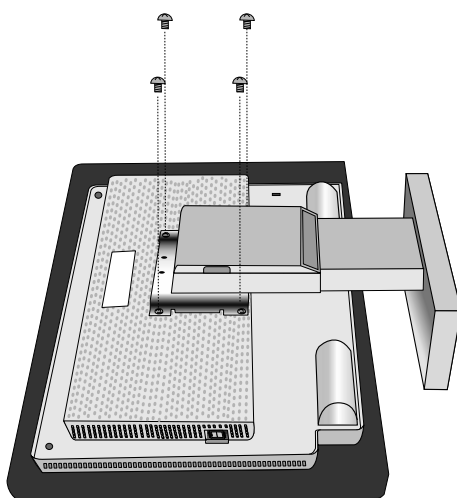

Figura R.3
5. Retire los 4 tornillos que unen el monitor al soporte y levante el equipo del soporte (**Figura R.3**); el monitor ya se puede montar de otra forma.